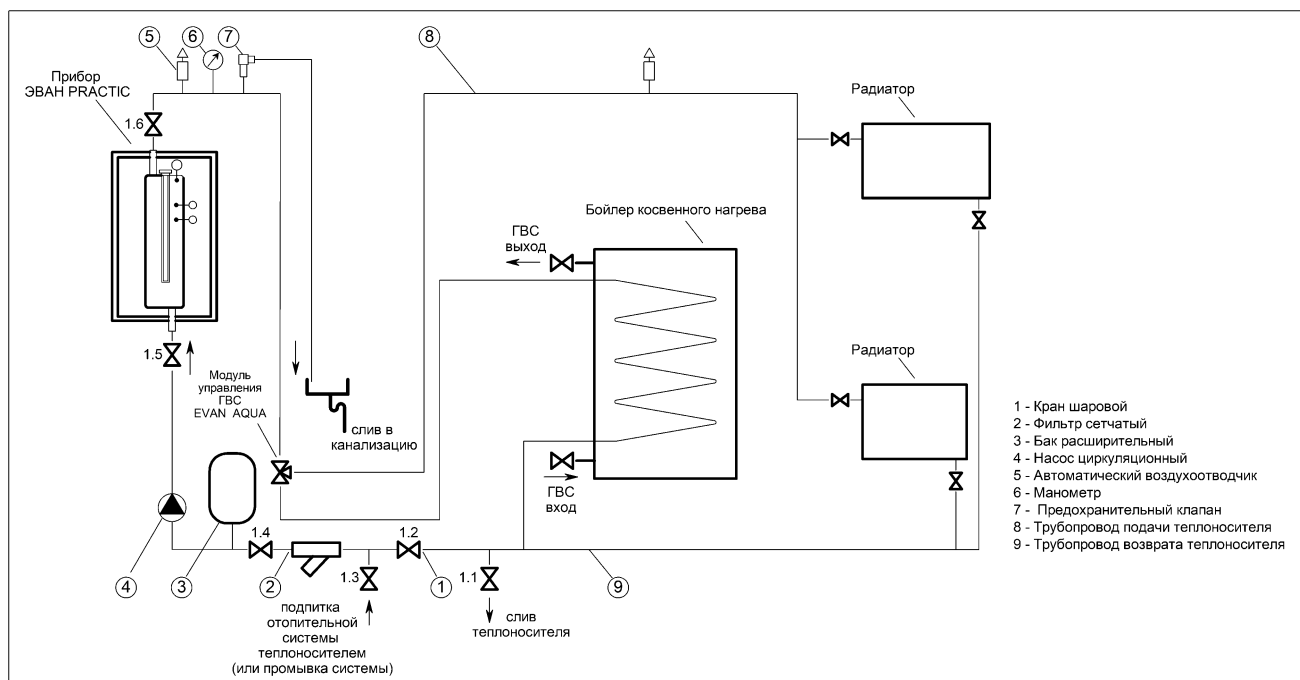

Рисунок 5. Типовая гидравлическая схема системы отопления
**4.2.1** Выполните монтаж трубопроводов и других элементов системы отопления и системы ГВС (радиаторы, бойлер косвенного нагрева, воздухоотводчик, запорная арматура и т.п.). Рекомендуемая типовая гидравлическая схема приведена на рис. 5. В системе отопления должны быть обязательно установлены:
**5.2.2** Описание действий в п.5.2, п.5.3, п.5.4 выполнено по типовой гидравлической схеме приведённой на рис. 5.